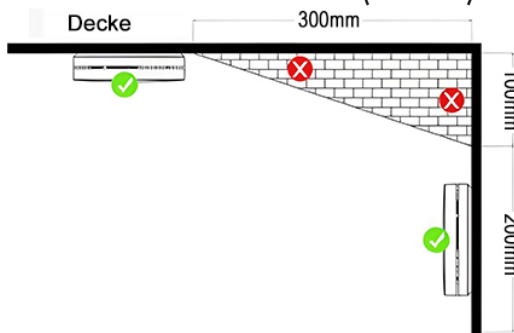

Abbildung 1
4. Wenn der Melder nicht an die Deckenmitte installiert werden kann, bringen Sie ihn 300mm von den Ecken entfernt an. (Abb. 1).